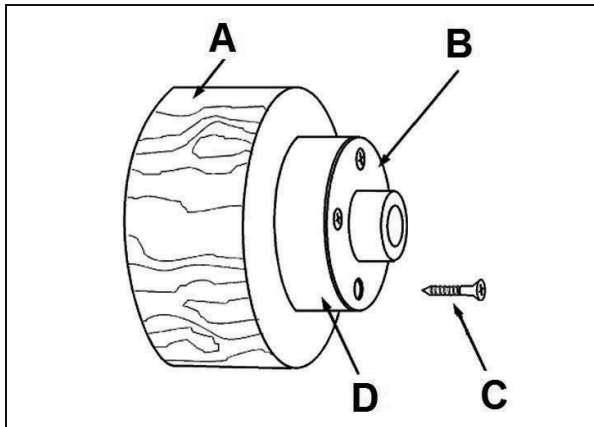

Abb. 26
Befestigen Sie das Werkstück (A, Abb. 26) mit 4 Messing-Holzschrauben (C) direkt an der Aufspannscheibe. Seien Sie vorsichtig bei der Schraubenwahl. Zu lange Schrauben ragen in den Zerspanungsbereich und zu kurze ergeben keine sichere Aufspannung.